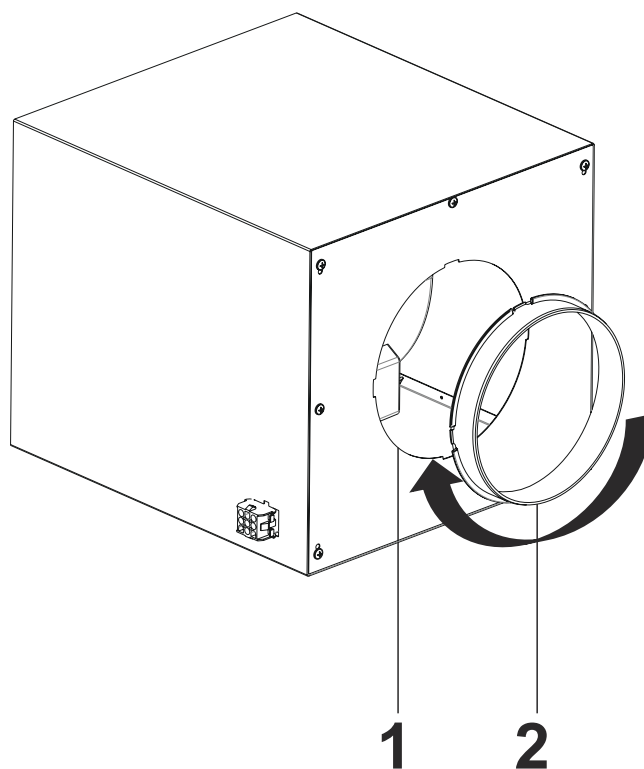

Fig. 18
6. ➔ Tryck in Ø150 mm-utsugsstosen i det runda hålet och vrid fast medurs (Fig. 18).